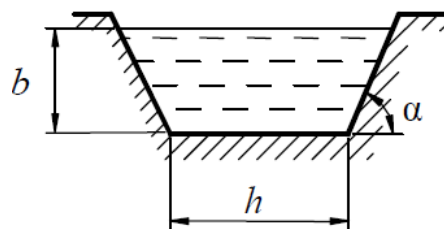

Рис.2.1
2) Вычислить гидравлический радиус потока воды в открытом канале трапецеидального сечения с размерами: $b = 3,0\text{ м}$, $h = 1,0\text{ м}$, $\alpha = 45^\circ$ (рис. 2.1).